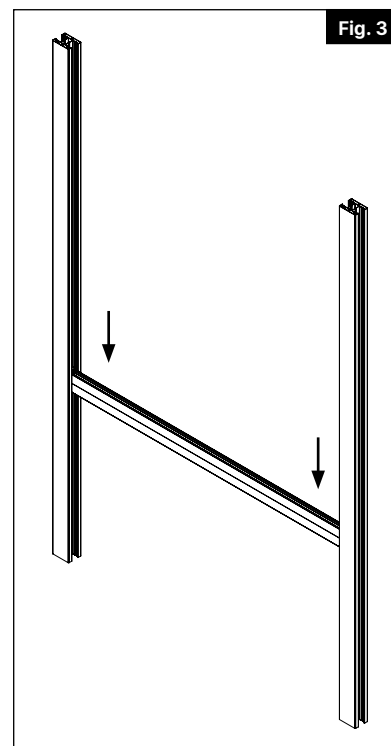

Fig. 3
3. Instale el riel inferior en el poste y en los postes siguientes para ayudar a determinar la ubicación. Repita el procedimiento para los postes adicionales (Fig. 3).